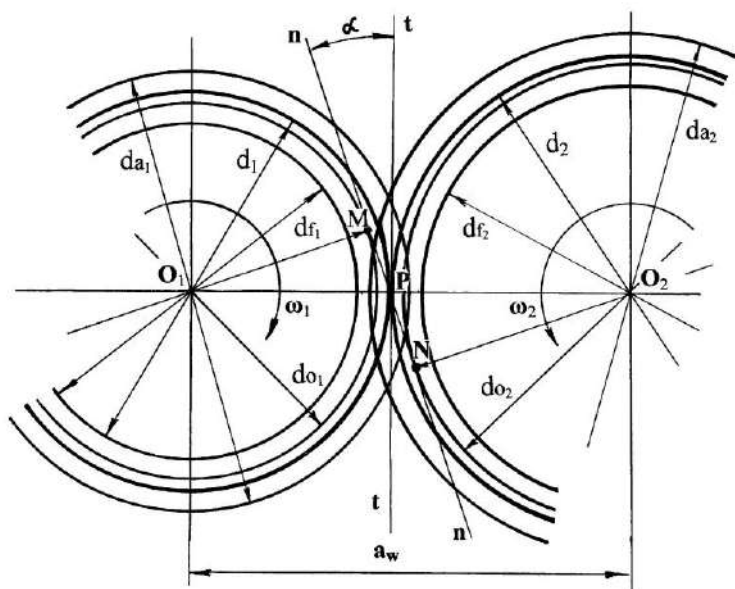

Рис. 4.4. Построение касательной  $t - t$ , линии зацепления  $n - n$
5. Через полюс  $P$  провести касательную ( $t - t$ ) к делительным окружностям перпендикулярно к линии центров колес (рис. 4.4).
6. Через полюс  $P$  под углом  $\alpha$  (угол зацепления) провести линию зацепления  $n - n$ . Наклон линии зацепления по отношению к касательной ( $t - t$ ), по часовой или против часовой стрелки, зависит от направления вращения колес (см. рис. 4.4). Наклон линии ( $n - n$ ) противоположен направлению вращения ведущего колеса и совпадает с направлением вращения ведомого колеса.
7. Из центров колес опустить перпендикуляры  $O_1M$  и  $O_2N$  к линии зацепления (см. рис. 4.4).
8. Провести основные окружности с диаметрами  $d_{o1} = 2O_1M$  и  $d_{o2} = 2O_2N$  (см. рис. 4.4). При этом линия зацепления является касательной к основным окружностям.